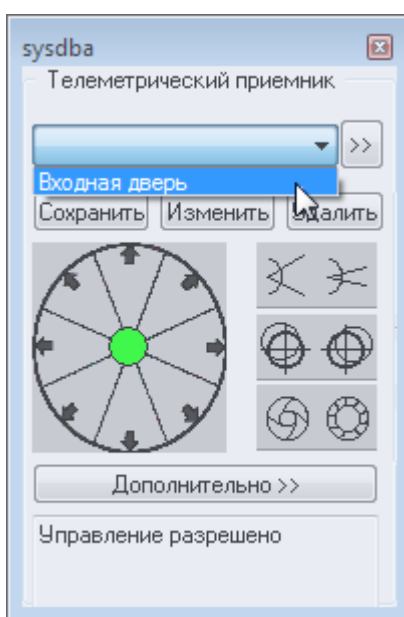

Рисунок 14 — Выбор препозиции
2. В «Программе видеонаблюдения», в окне **Телеметрический приемник**, в выпадающем списке, предназначенном для выбора препозиции, появится строка, соответствующая созданной вами препозиции (рисунок 14).